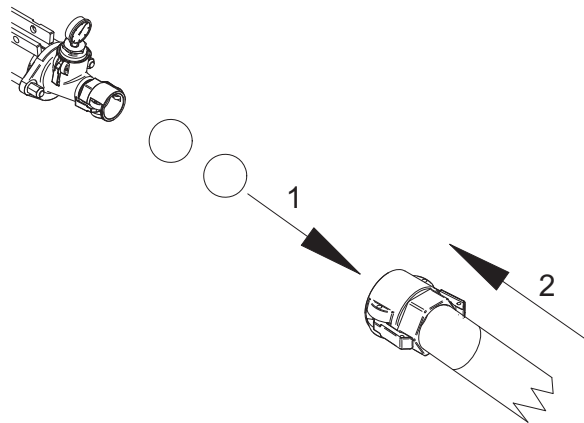

Fig.12
- Introduzca en las mangueras llenas de material, dos esponjas (fig. 12, ref.1) y vuelva a conectar las mangueras al colector (fig. 12, ref.2).